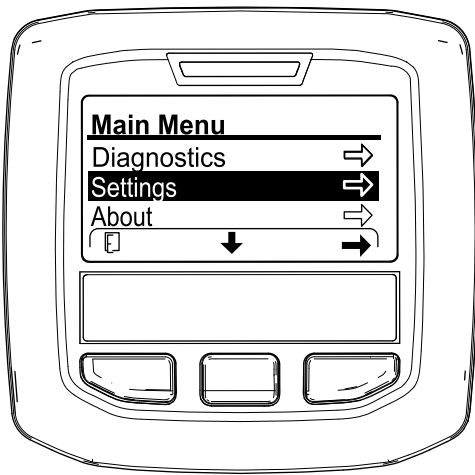

図 122
- インフォセンターでメインメニューにアクセスする 図 122。